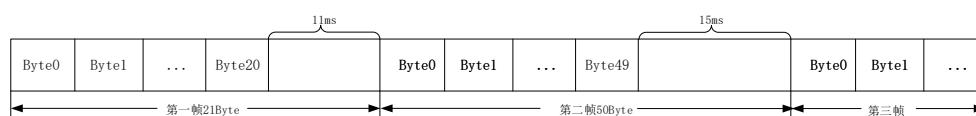

图 6.11 码间超时示意图
- 码间超时：该配置用于串口判断数据是否已接收完成。如图 6.11 所示，当码间超时配置成 10ms，如果串口传输过程中出现空闲超过 10ms 那么串口会把前面已收到数据当做一个分帧。用户需要根据波特率合理配置码间超时时间，避免出现码间超时小于一个码元时间；